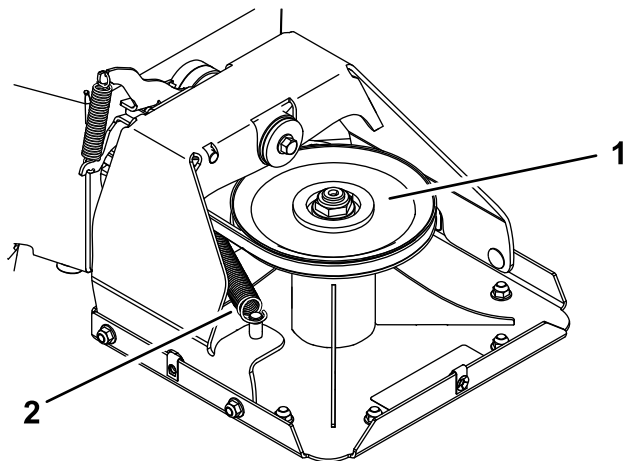
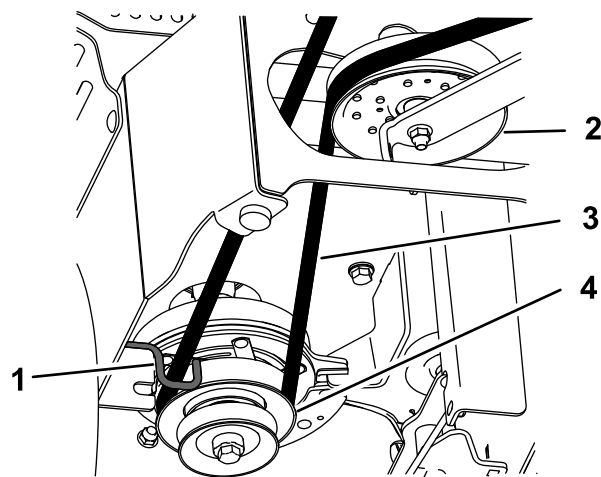

Рисунок 32
Рисунок 33
7. Отсоедините пружину растяжения (Рисунок 32).
9. Проложите новый ремень вокруг шкива муфты, через направляющую ремня, вдоль натяжного шкива и вокруг шкива деки (Рисунок 32 и Рисунок 33).
10. Установите пружину растяжения (Рисунок 32).